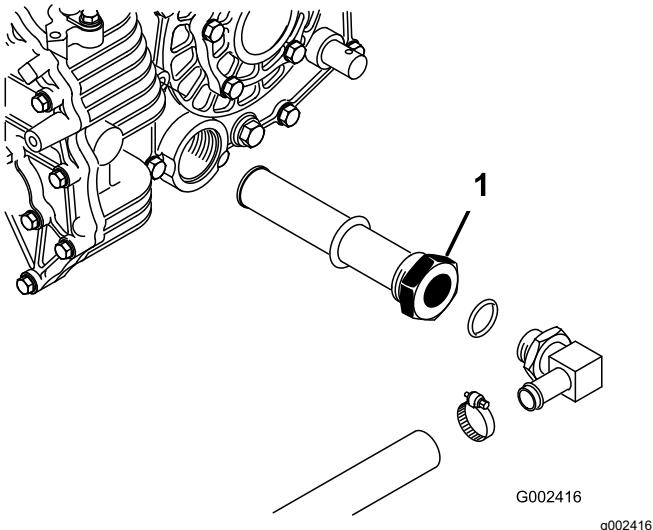

Figura 70
- Observe la orientación del tubo hidráulico y del codo de 90° conectado al filtro en el lateral del depósito (Figura 70).